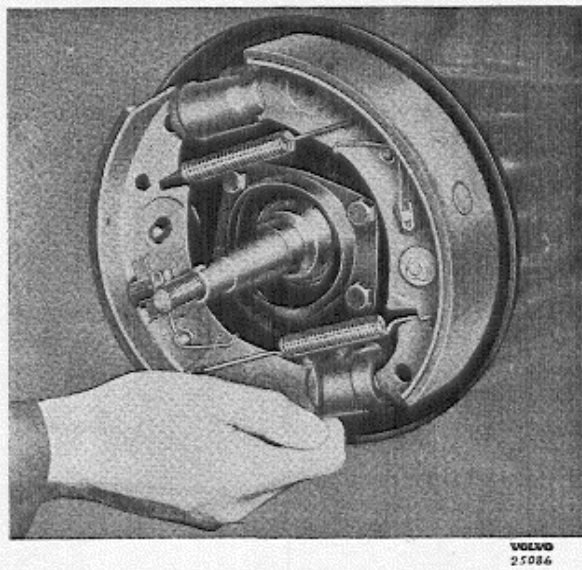

Abb. 20. Bremsbacke abnehmen.
3. Sicherungsscheibe und andere Scheibe vom Bolzen des Einstellzentrums an der vorderen Bremsbacke abnehmen. Vordere Bremsbacke und Federn abnehmen gemäß Abb. 20. Hintere Bremsbacke auf gleiche Weise abnehmen.
3. Rückholfedern in beide Bremsbacken einhängen und vordere Bremsbacke montieren, siehe Abb. 20. Sicherungen wie oben befestigen.